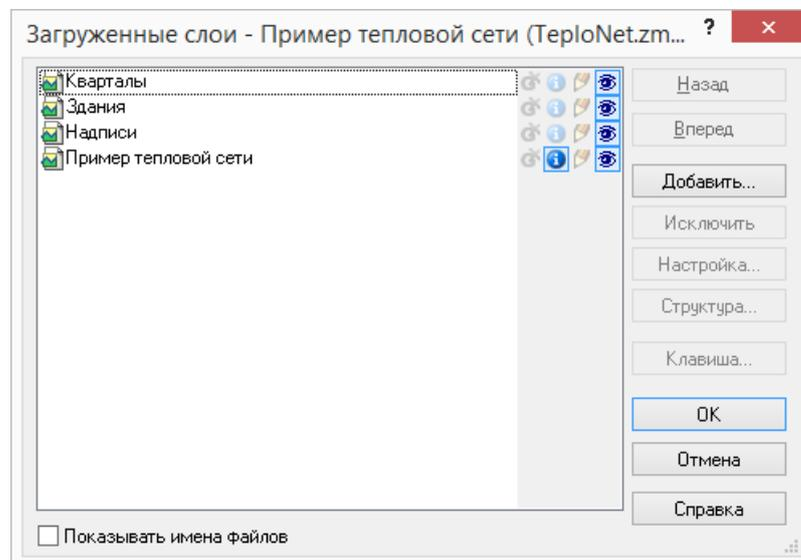

Рисунок 11.3. Окно выбора слоя
3. Нажмите кнопку Слой..., выберите слой рассчитываемой тепловой сети в открывшемся диалоге (см. Рисунок 11.3, «Окно выбора слоя») и нажмите кнопку ОК чтобы подтвердить выбор и закрыть диалог.